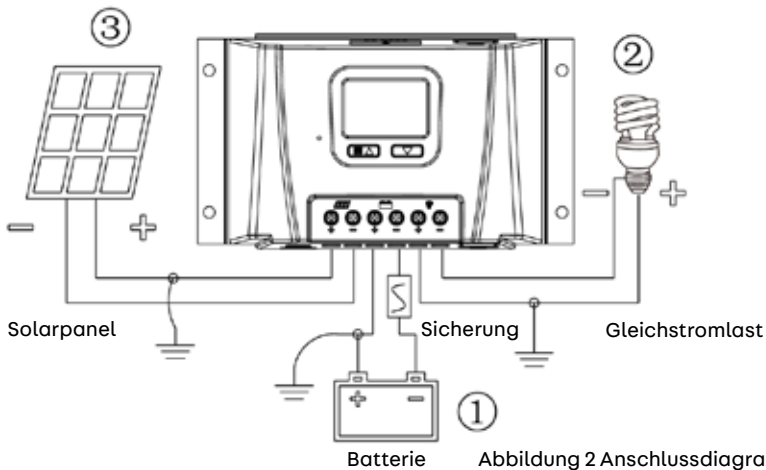

Abbildung 2 Anschlussdiagramm
(1) Schließen Sie die Komponenten in der oben angegebenen Reihenfolge an den Laderegler an und achten Sie besonders auf das "+" und "-". Bitte während der Installation weder die Sicherung einsetzen noch den Unterbrecher einschalten. Beim Abschalten der Anlage wird die Reihenfolge beibehalten (s. Abbildung 2).
(2) Prüfen Sie nach dem Einschalten des Reglers, ob das LCD-Display eingeschaltet ist. Andernfalls lesen Sie bitte das Kapitel Fehlerbehebung auf Seite 9. Schließen Sie immer zuerst die Batterie an, damit der Regler die Systemspannung erkennen kann.
(3) Die Batteriesicherung sollte möglichst nah an der Batterie installiert werden. Der empfohlene Abstand liegt bei 150 mm.
(4) Der Regler dieser Serie ist ein positiver Erdungsregler. Jeder positive Anschluss von Solar, Last oder Batterie kann bei Bedarf geerdet werden.